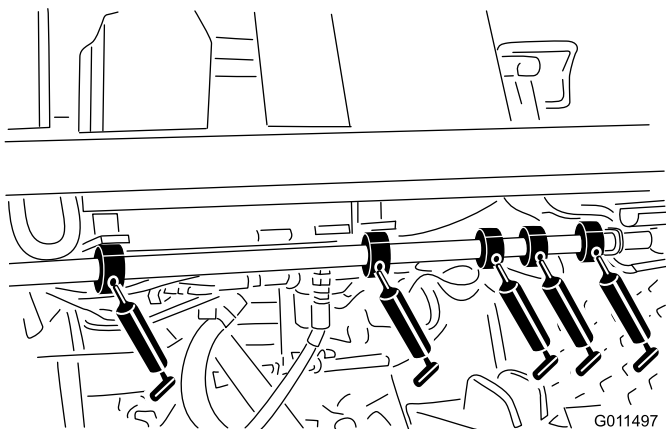

Bild 37
- Bremsstangen-Drehlager (5) (Bild 37)